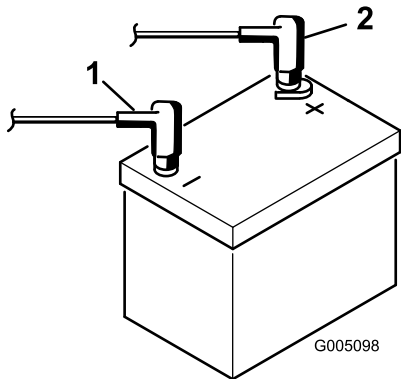

图 45
1. 断开电池的负极接线黑色然后断开电池的正极接线红色 图 45。
6. 使用先前卸下的螺栓和螺母将正极红色接线连接到正极 + 电池端子负极黑色接线连接到负极 - 电池端子 图 45。将橡皮套滑动到正极电池端子上防止可能发生的短路情况。